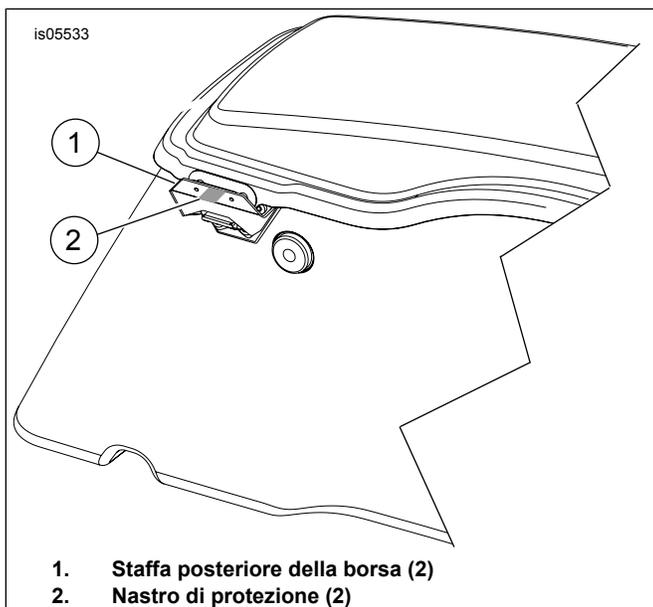

Figura 4. Applicare del nastro di protezione
- Vedere Figura 4. Applicare del nastro di protezione (2) alla staffa di montaggio posteriore della borsa (1) sulla borsa. Ripetere le operazioni sul lato opposto.